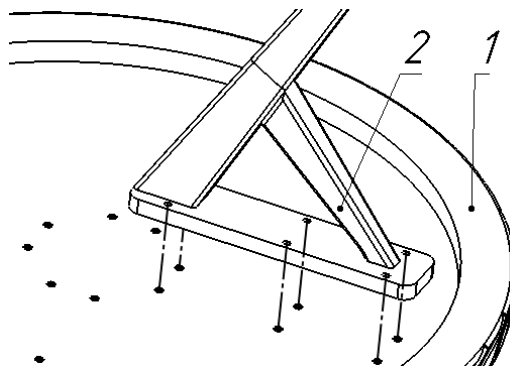

Рисунок 1.
- 3.1. Установить ноги (2) на столешницу (1), совместив пазы ног (2) с соответствующими резьбовыми отверстиями втулок столешницы (1) (см. рисунок 1).